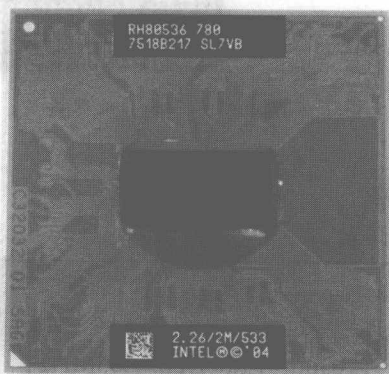

图 1-3 Dothan(533MHz 外频)移动处理器
②新一代迅驰 Sonoma: Intel 基于 Sonoma 平台的新一代迅驰移动计算技术直到 2005 年初才正式发布。其构成组件中, Pentium M 处理器虽然还是 2MB 缓存的 Dothan 核心(如图 1-3),但却采用了 90 纳米工艺、533MHz 前端总线,令处理器的频率进一步提升。其处理器编号由奔腾 M 730 至奔腾 M 770,主频由 1.60GHz 起,最高 2.13GHz。